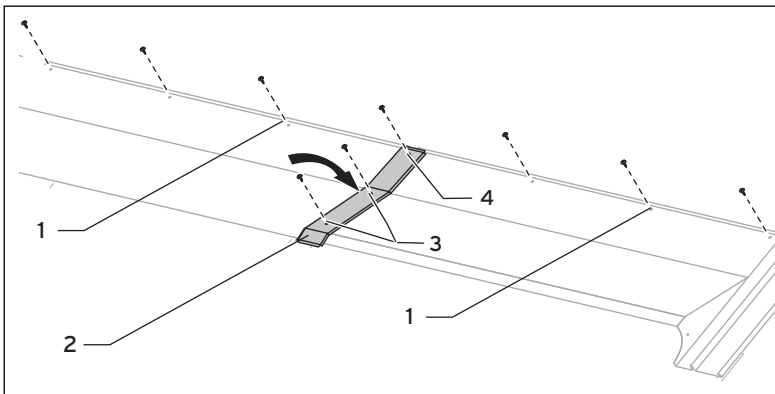

Abb. 5.34 Firstbleche verschrauben und obere Firstblech-Verbinder anbringen
- Befestigen Sie alle Firstbleche mit den Schrauben Nr. 1 (→ **Tab. 5.2/5.4**) mittels Torx-Bit an den Dachlatten (1).
- Befestigen Sie alle oberen Firstblech-Verbinder (2) mit zwei Schrauben Nr. 4 (→ **Tab. 5.2/5.4, Pos. (3) in Abb. 5.34, und einer Schraube Nr. 1** (→ **Tab. 5.2/5.4, Pos. (4) in Abb. 5.34**, mittels Torx-Bit über dem Firstblechstoß.